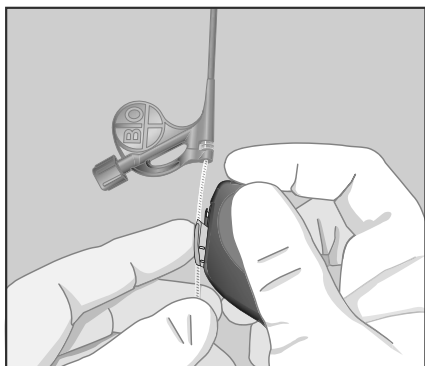

Fig. 2: Lägg elektroden i den öppnade klämman
- 2 Öppna klämman genom att trycka på och hålla ned frikopplingsknappen på slitsverktiget – se Fig. 2.
- 3 Lägg in elektroden i klämman med den andra handen – se Fig. 2.